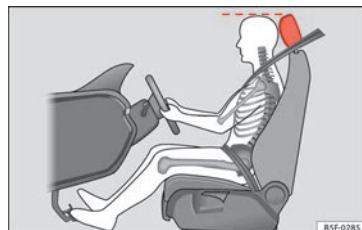

Fig. 82 Position correcte de l'appuie-tête du conducteur
- Réglez l'appuie-tête de sorte que le bord supérieur de celui-ci soit à la même hauteur que la partie supérieure de votre tête » **fig. 82.**